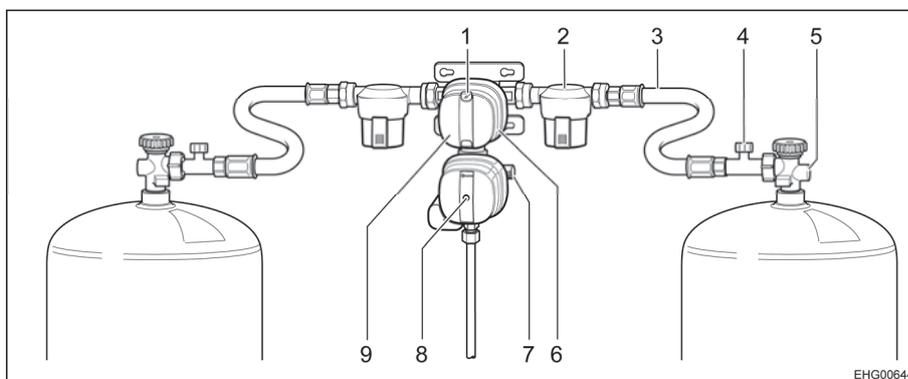

Fig. 69 Système de réglage de la pression de gaz DuoControl CS
Le système de réglage DuoControl se compose d'une valve de commutation avec capteur de crash (Fig. 69,9). Le système de réglage DuoControl est monté entre les tuyaux haute pression (Fig. 69,3) avec une sécurité de rupture de tuyau (Fig. 69,4). Un bouton rotatif (Fig. 69,6) situé sur la valve de commutation permet de définir laquelle des bouteilles de gaz est celle de service et laquelle est celle de réserve.
L'état de l'alimentation en gaz est affiché à l'indicateur d'état (Fig. 69,1) :
Le fonctionnement avec une seule bouteille de gaz est autorisé, la prise à découvert doit cependant être obturée avec le bouchon à vis (Fig. 69,7) dans ce cas-là.
Capteur de crash Le capteur de crash coupe l'arrivée du gaz en cas de secousses importantes (par exemple accident). Le capteur de crash s'active en appuyant sur le bouton Reset jaune (Fig. 69,8).
Sécurité de rupture de tuyau La sécurité de rupture de tuyau (Fig. 69,4) coupe l'arrivée de gaz quand le tuyau raccordé se rompt.
Unité de commande L'arrivée du gaz s'ouvre et se ferme sur l'unité de commande (Fig. 70) au moyen du système de réglage DuoControl. Les robinets principaux (Fig. 69,5) des bouteilles de gaz et les robinets d'arrêt de gaz des appareils doivent être ouverts manuellement.
- Choisir la bouteille de gaz avec le bouton rotatif (Fig. 69,6) de la valve de commutation à partir de laquelle le gaz sera utilisé principalement (bouteille de service). Toujours tourner le bouton rotatif à fond.
- Ouvrir les robinets principaux (Fig. 69,5) des bouteilles de gaz.
- Activer la sécurité de rupture de tuyau. Appuyer pour ce faire sur la touche verte (Fig. 67,1) ou pendant environ 5 secondes sur la sécurité de rupture de tuyau (Fig. 69,4) . Le repère vert est indiqué sur le regard et sur l'indicateur d'état (Fig. 69,1).
- Fermer les robinets principaux (Fig. 67,2 et Fig. 69,5) des bouteilles de gaz.
Le voyant de contrôle vert (Fig. 70,6) s'éteint durant le fonctionnement et le voyant de contrôle rouge (Fig. 70,5) s'allume quand la bouteille de service est vide et doit être remplacée. Le repère rouge est indiqué sur le regard (Fig. 68,2) et sur l'indicateur d'état (Fig. 69,1). La bouteille de réserve alimente les appareils à gaz.
- Tourner le bouton rotatif (Fig. 69,6) d'un demi-tour en direction de la bouteille de gaz actuellement utilisée. Cette bouteille de gaz devient alors la bouteille de service, la bouteille vide devient celle de réserve. Le repère dans le regard (Fig. 68,2) et sur l'indicateur d'état (Fig. 69,1) passe du rouge au vert.
- Fermer le robinet principal (Fig. 67,2 ou Fig. 69,5) sur la bouteille de gaz vide. Observer le sens de la flèche.
- Activer la sécurité de rupture de tuyau. Appuyer pour ce faire sur la touche verte (Fig. 67,1) ou appuyer pendant environ 5 secondes sur la sécurité de rupture de tuyau (Fig. 69,4).